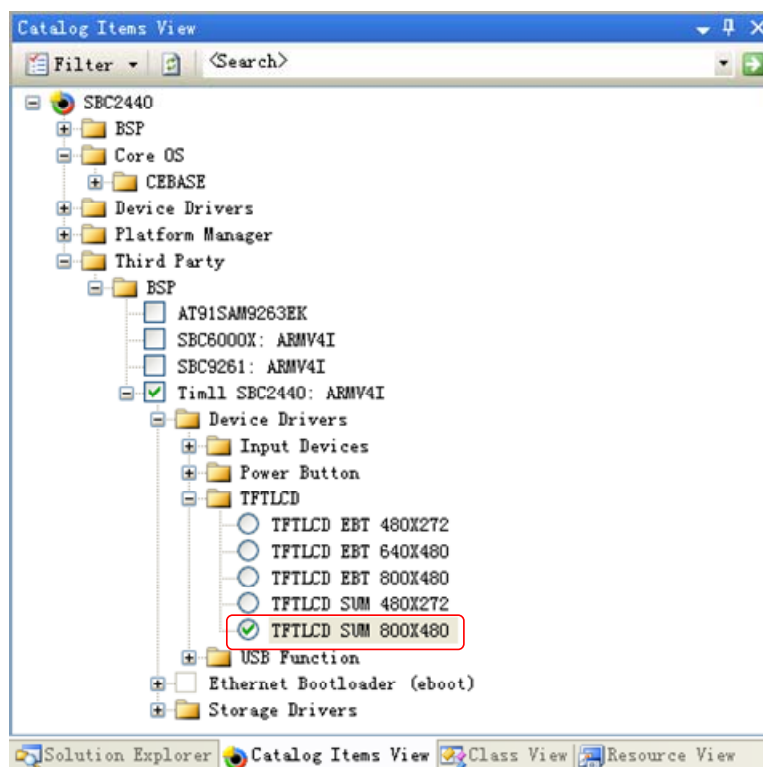

图3.1 LCD选择
3. 选择用户所使用的 LCD 的类型，如图 3.1 所示。